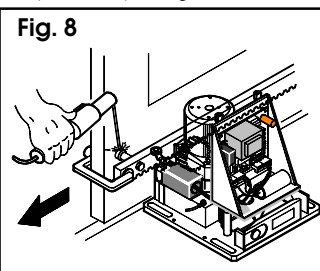

Fig. 8
4) Apoyar en el piñón el primer elemento de cremallera, en línea con el primer separador (fig. 8).
5) Fijar el elemento de cremallera a la hoja con una grapa (fig. 8).